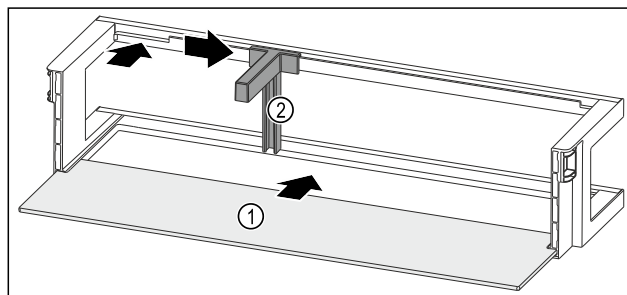

Fig. 226 Dveřní přihrádka s odkládací plochou
- ▶ Odkládací plochu Fig. 226 (1) zasuněte do bočních vybrání.
- ▶ Držák lahví Fig. 226 (2) vložte do vybrání.
- ▶ Držák lahví Fig. 226 (2) posuňte na stranu do požadované polohy.